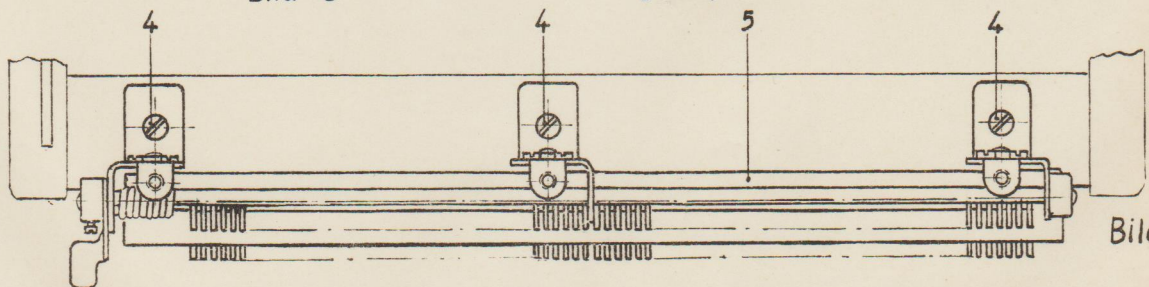

Bild 2
- 2) Schrauben 4 herausschrauben und Reiterschiene 5 abnehmen (s. Bild 2).
1) Zylinderkopfschrauben 2 der Tabulatorreiterschiene 3 herausschrauben und Reiterschiene 3 abnehmen (Abb. 2)
2) Zylinderkopfschrauben 4, 6 und 9 heraus-schrauben, Unterlegscheiben ab- und Tabulatorreiterschiene 5 kpl. heraus-nehmen (s. Abb. 2).
Beim Aufsetzen des Abdeckbleches 2 darauf achten, daß es zuerst hinter die Nasen 10 und 11 (Abb. 2) gelegt wird.